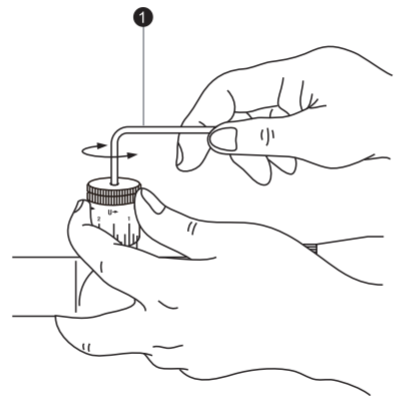

Fig. 3-3
Hold fast i knappen med fingrene, for at forhindre at den justerede skalaring forskubber sig, og drej skruen i toppen af knappen mod uret med den medfølgende unbrakonøgle (1), indtil skruen er skruet ud. Fjern derefter knappen (fig. 3-3).